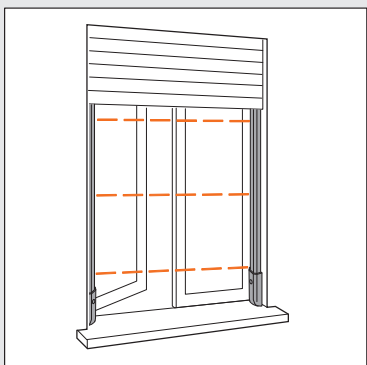
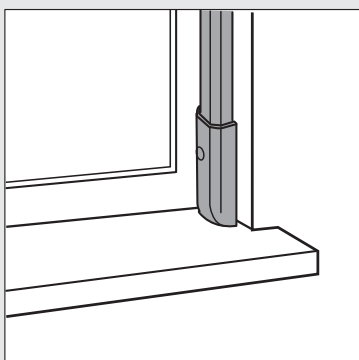
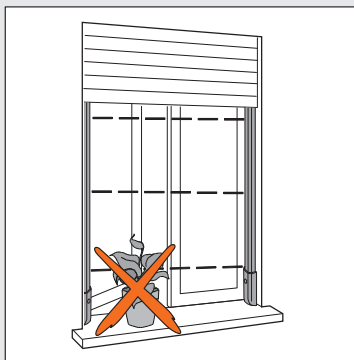
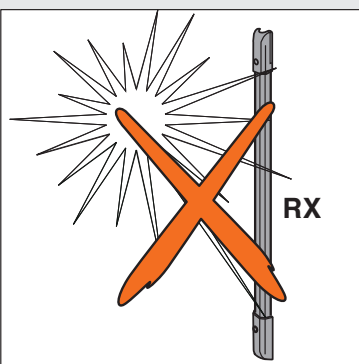

Abb. 1
Abb. 3
Abb. 4
Abb. 5
3. Das Kunststoffgehäuse als Schablone verwenden (Abb.3).
Gegenüberstehend und mit der gleichen Ausrichtung (beide Klemmenenden entweder oben oder unten) (Abb. 1); so tief wie möglich beim Boden bzw. an der Fensterbank (Abb. 3); ohne feste oder bewegliche Hindernisse im Strahlenweg (Abb. 4); der Empfänger (RX) darf keiner direkten Sonneneinstrahlung ausgesetzt sein (Abb. 5); die Empfänger dürfen weder direkt noch in Reflexion der Strahlung anderer Sender ausgesetzt sein.